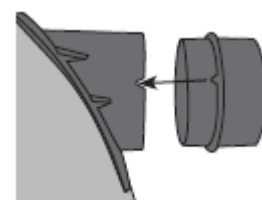

Рисунок 32
5. Установите в воздухозаборное отверстие другое переходное соединение, которое входит в поставку, и, совместив лапки с пазами, вставьте его до упора (*рисунок 32*).